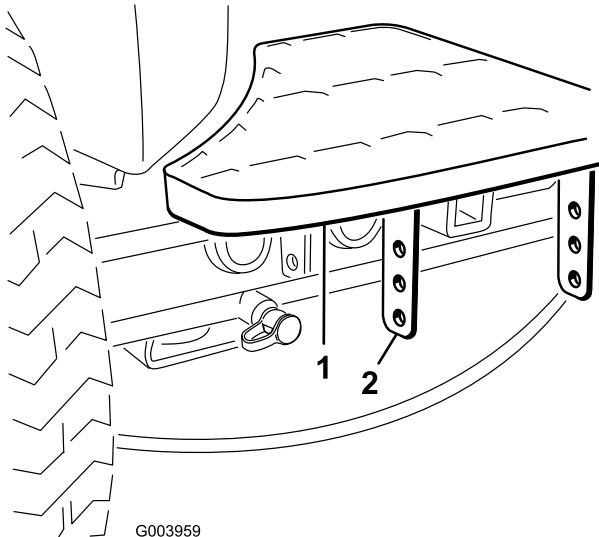

Figure 2
- Retirez les 2 boulons et écrous qui fixent les supports du marchepied au cadre du groupe de déplacement (Figure 2)